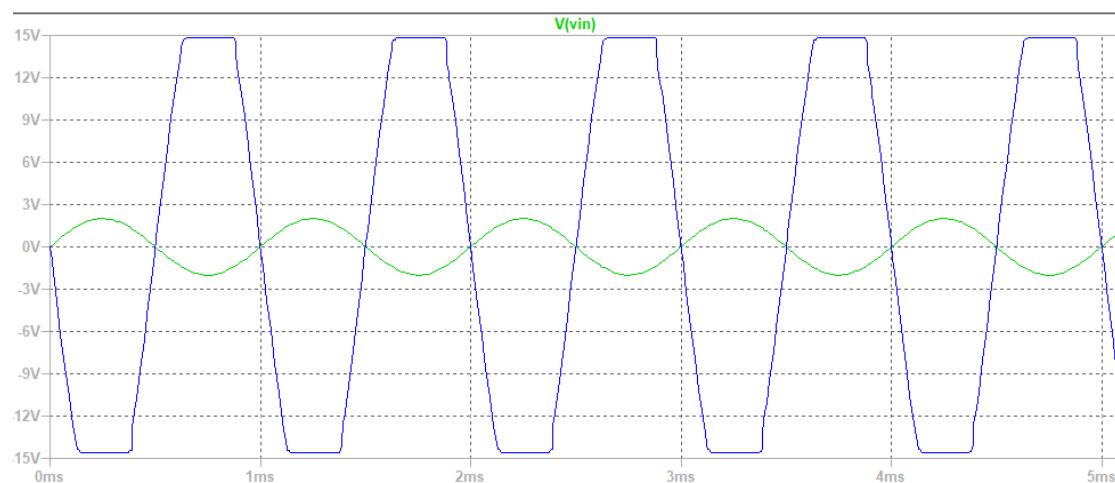

Figure 4
2. Quand on change l'amplitude de tension d'entrée de 1 V à 2 V. Comme le gain de tension est 10 dB donc normalement on doit avoir l'amplitude de tension de sortie qui vaut 20 V. Mais en fait, on a le résultat s'affiche sur la Figure 4. La tension de sortie ne peut pas atteindre 20 V, elle peut seulement atteindre 15 V (courbe bleue) ce qui correspond aux valeurs de la tension d'alimentation de l'amplificateur. C'est une phénomène de saturation de tension.